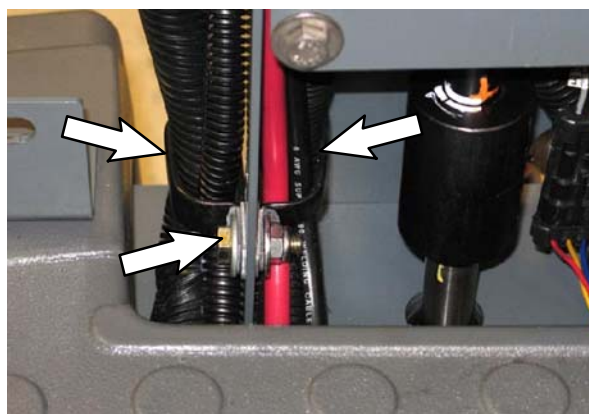

FIG. 13
13. Déposez la visserie des deux serre-câbles inférieurs situés sur le profilé de montage de direction. Laissez les serre-câbles desserrés sur le faisceau de câbles. (Fig. 13)
NOTE : Si nécessaire, déposez le serre-câble supérieur situé au-dessus du collier de la Fig. 13 afin de desserrer le faisceau de câbles principal du profilé de montage de direction.